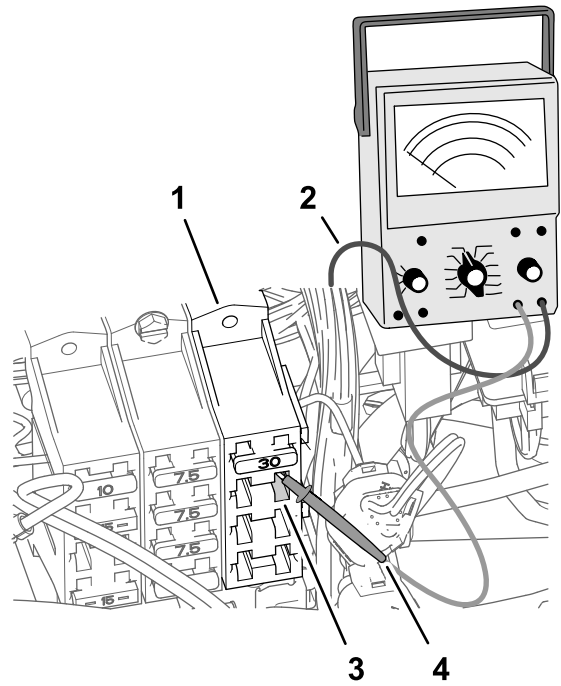

图188
2. 如图188所示在机器的保险丝盒3将万用表探针插入保险丝槽2的触点4右柱。